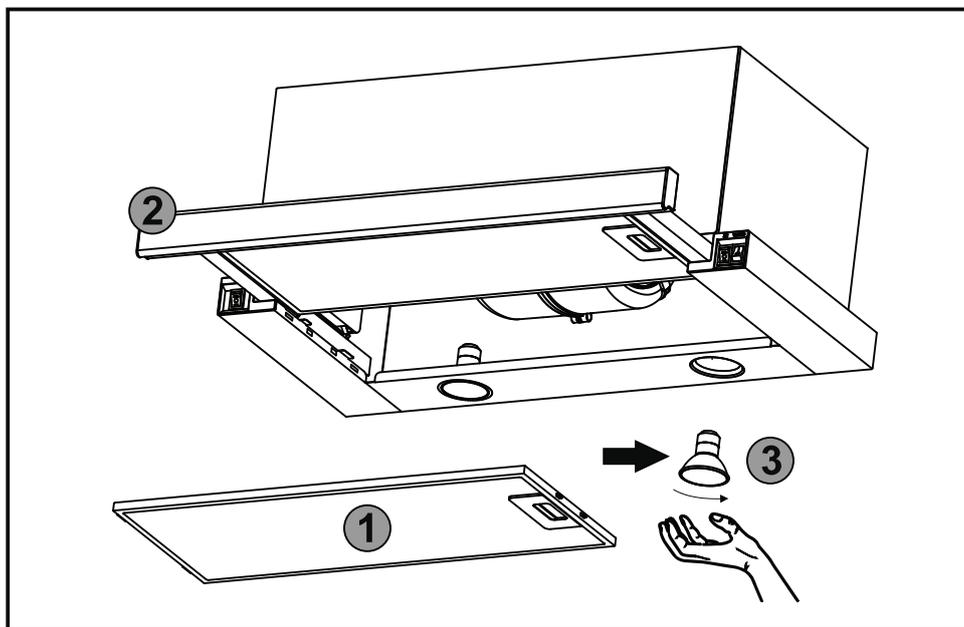

Рис.7
8.9 На витяжці встановленні **LED SMD** лампи для освітлення робочої зони плити. Перед початком заміни ламп освітлення необхідно відключити витяжку від електромережі, дати можливість охолонути лампам. Для заміни лампи необхідно зняти алюмінієвий фільтр **1**, витягнути висувну панель з фільтром **2**, віджати тримач патрона на себе, щоб лампа **3** вийшла з корпусу витяжки, утримуючи тримач патрона, злегка надавити на лампу в напрямку патрона і, повернувши її проти годинникової стрілки, вийняти з корпусу витяжки (**рис.7**).